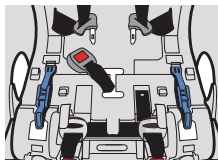

Figure 26
- Faites glisser la sangle d'un côté de la fente de la sangle d'entrejambe et poussez le bord de la sangle dans la fente de réglage, tel qu'illustré dans la **Figure 26**.